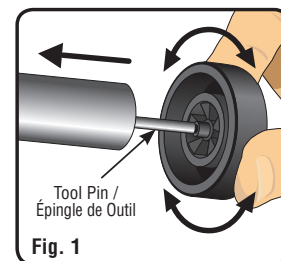

Fig. 1
2. Insert tool pin into wheel bore on backside of wheel. Apply steady pressure while twisting wheel until hub is flush on Tool (**Fig. 1**). Twist wheel to remove. Remove any wheel residue from pin. Repeat process 3 times on each wheel.
2. Insérer épingle de outil dans l'alésage de la roue à l'arrière de la roue. Appliquer une pression constante pendant la torsion de roue jusqu'à ce que le moyeu soit au ras de l'outil (**Fig. 1**). Torsion roue à retirer. Retirez tout résidu de roue de l'alésage. Répéter l'opération 3 fois sur chaque roue.